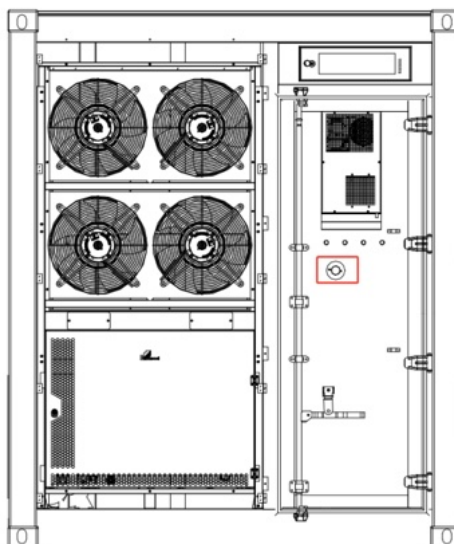

Abbildung 6-3: Position der Not-Aus-Taste
Schritt 1: Suchen Sie den Not-Aus-Schalter an der rechten Elektroverteilung (siehe Abbildung 6-3).